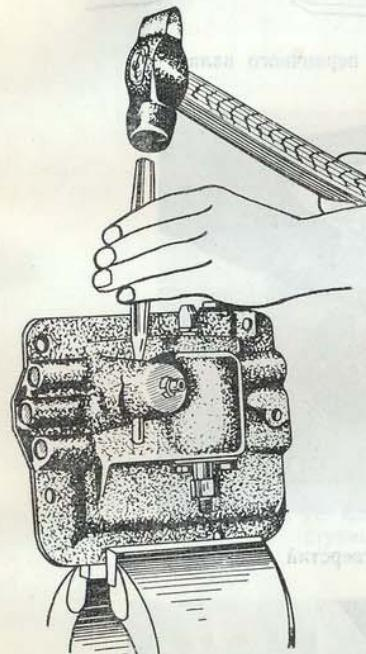

Рис. 83. Выбивание штифта крепления оси рычага выбора
7. Выбить штифт крепления оси рычага выбора (выбивается вниз) (рис. 83) и вынуть ось вместе с внутренним рычагом выбора.